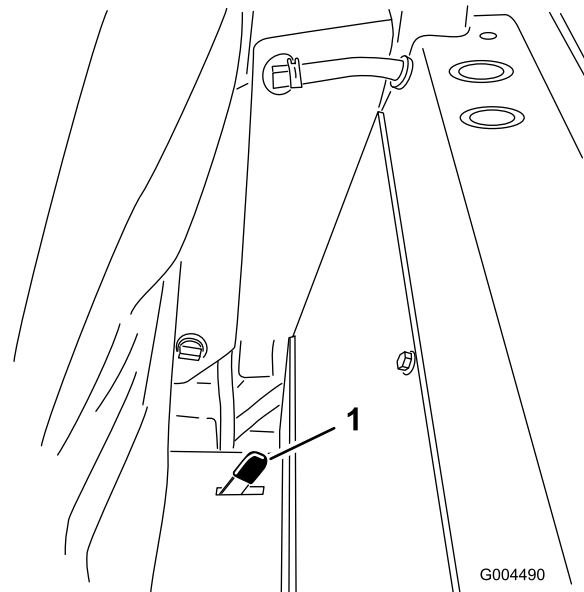

Figure 19
2. Poussez un des verrous du siège, situés derrière et sur les côtés du siège, en arrière pour déverrouiller le siège et tirez le haut du siège en avant (Figure 19).